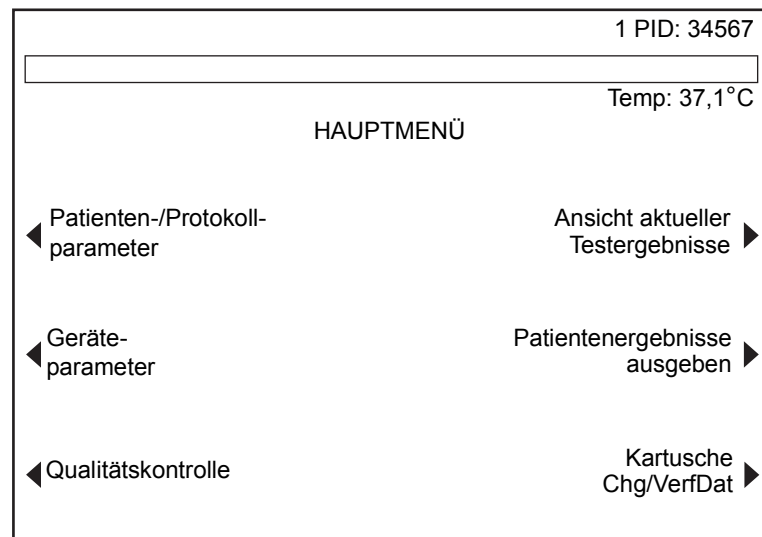

Abbildung 3-3. Bildschirm Hauptmenü
Der Bildschirm HAUPTMENÜ wird nach dem Einschalten und dem Selbsttest des Geräts angezeigt (siehe Abbildung 3-3). Dieser Bildschirm enthält die derzeitige Patientennummer und -ID, die Temperatur des Heizblocks des Geräts und den Text für sechs (6) Funktionstasten, die zum Aufrufen der nachfolgend beschriebenen Bildschirme dienen.